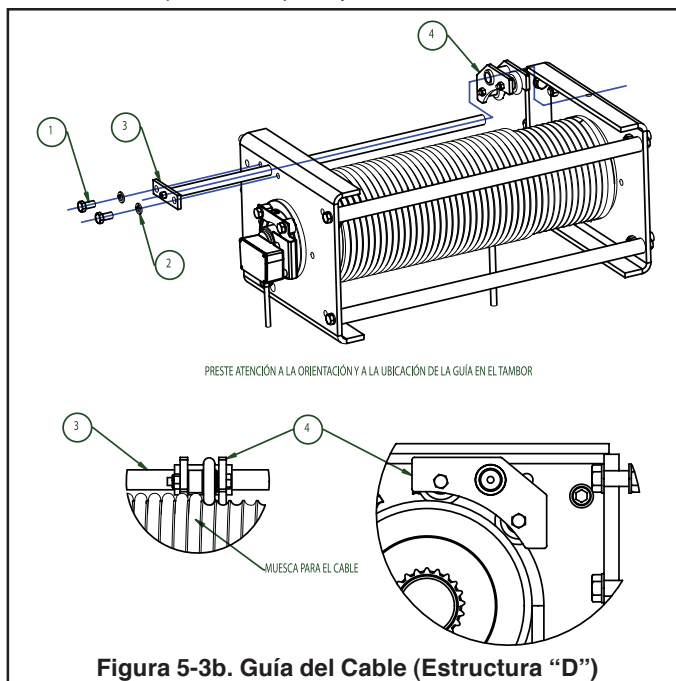

Figura 5-3b. Guía del Cable (Estructura “D”)
(4) Retire la cubierta plástica dividida (Ítem 2) del tambor. Cuando vuelva a armar la guía del cable, asegúrese de que la cubierta plástica (Ítem 2) quede cómodamente ajustada en la muesca del cuerpo de la guía del cable.
(5) Limpie e inspeccione completamente todos los componentes.
(6) Siga los pasos en sentido contrario para volver a armarla. Asegúrese de volver a engrasar la guía del cable con **MPG** (Párrafo 4-7), después de armarla nuevamente.
c) Desarmado de la Estructura “D”. Consulte la Figura 5-3b. Si necesita ayuda adicional para la ubicación de componentes, consulte la lista de partes en la Sección IX.
(1) Retire los tornillos de cabeza hexagonal y las arandelas de seguridad (Ítems 1 y 2). Tire de la varilla del tambor (Ítem 3) hasta que el extremo libre se libere del soporte del tambor del extremo de la caja de engranajes.
(2) Deslice la guía del cable (Ítem 4) hasta retirarla del extremo de la varilla del tambor y retírela del lugar de la muesca del tambor. Tome nota de la orientación requerida de la guía del cable para cuando la vuelva a instalar.
(3) Limpie e inspeccione completamente todos los componentes.
(4) Siga los pasos en sentido contrario para volver a armarla, prestando atención a la orientación y asegurándose de asentar la estructura en la muesca del tambor correcta. Asegúrese de volver a engrasar la guía del cable con **MPG** (Párrafo 4-7), después de armarla nuevamente.